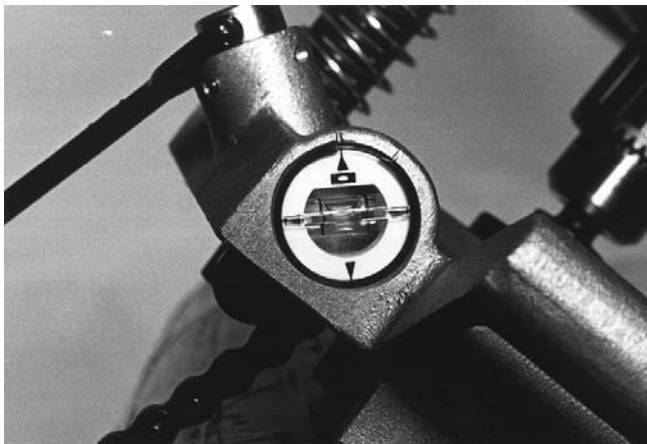

Figure 6 – Niveau à bulle de la scie à cloche HC-450
- Incorporée à l'embase de la scie à cloche HC-450 se trouve un niveau à bulle qui peut, le cas échéant, servir à aligner plusieurs percements successifs. Lorsque le positionnement précis de la scie à cloche est atteint, il est possible de tourner le niveau à bulle et le mettre de niveau. Ainsi, lors des percements suivants, il s'agira simplement d'orienter la scie à cloche de manière à ce que la bulle du niveau soit centrée avant d'arrimer l'appareil (*Figure 6*).